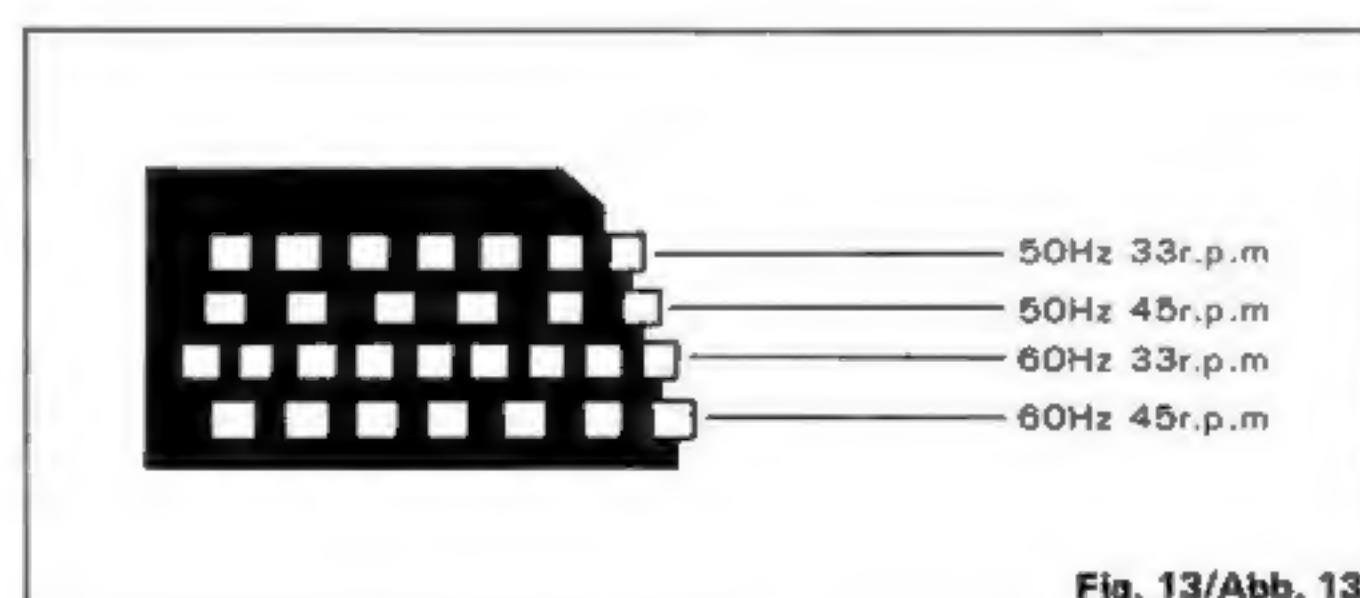

Fig. 13/Abb. 13
- The revolutional speed of turntable minutely varies according to the hour during a day, therefore, take the following procedures to obtain an exact speed. (See Fig. 13)
- Nun erfolgt die Drehzahlfeineinstellung. Welche der am Plattenlerrand befindlichen Stroboskopmarkierungen maßgebend ist, entnehmen Sie bitte Abb. 13. (50 Hz 33 r.p.m. und 50 Hz 45 r.p.m.)
- La vitesse de rotation du plateau varie très légèrement en fonction du moment de la journée. Il faut donc prendre les mesures suivantes pour avoir une vitesse de rotation exacte. (Voir Fig. 13)